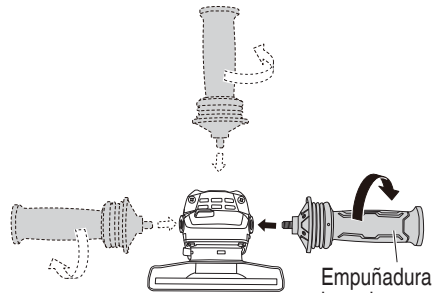

Fig. 11
8. Fijar el asidero lateral. Atornille el asidero lateral en la cubierta de engranajes (Fig. 11).